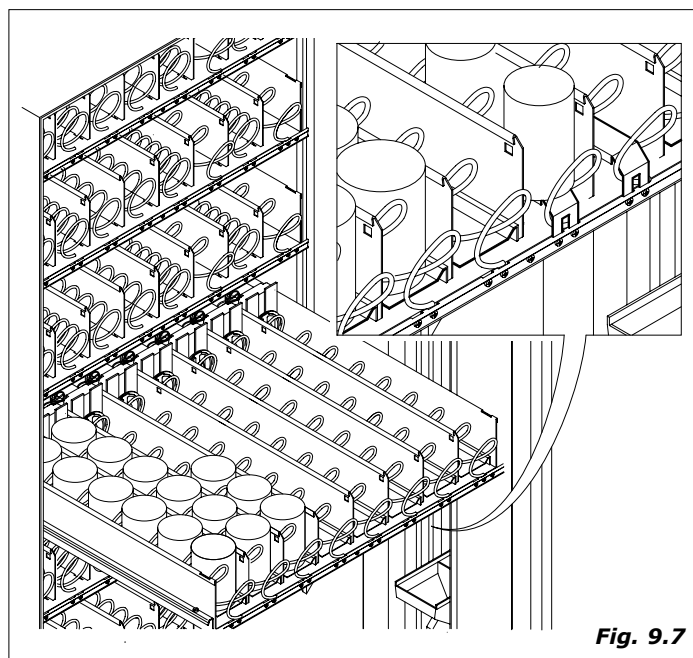

Fig. 9.7
- o dei supporti (vedi fig.9.7) per facilitare lo scorrimento dei prodotti.